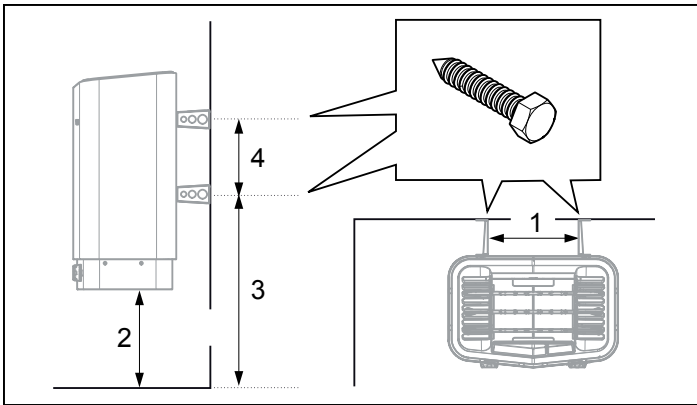

Figure 13 : Dimensionnement
7. Positionnez les vis de supports en fonction du dimensionnement indiqué (voir figure 13).